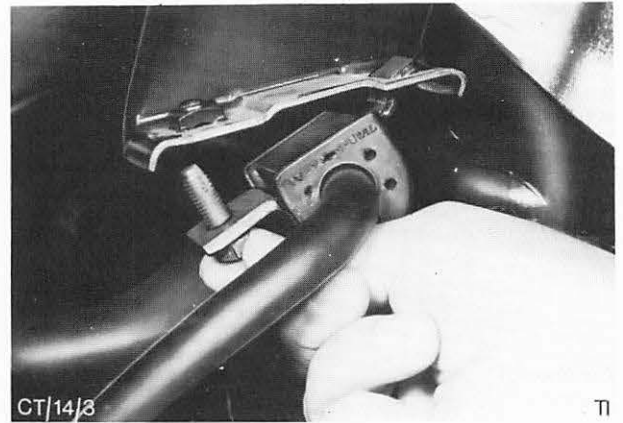

Abb. 8 Klemmschelle – Stabilisator
9. Klemmschellen der Stabilisatorbefestigung am Lagerbock rechts und links abschrauben. Abb. 8.